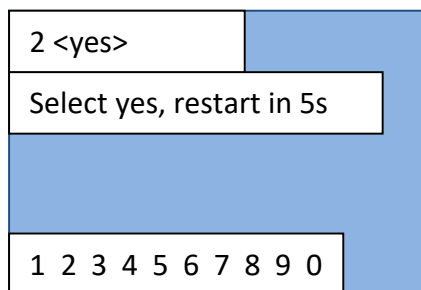

Figura 29 - Schermata restart
- 2) Selezionare '1. Restart' per riavviare il dispositivo in maniera manuale. Confermare nella schermata Figura 29 per effettuare il riavvio.